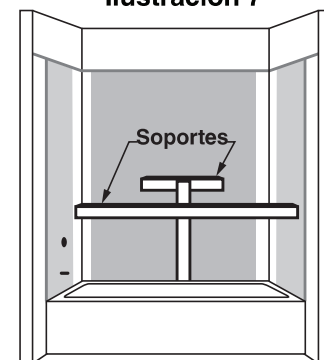

Ilustración 8
- C) Mueva el panel posterior a la pared manteniendo un espacio de aproximadamente 1/8" (3mm) de la superficie de la plataforma de la tina o de la base de la ducha y manteniendo también el panel entre las líneas marcadas anteriormente. Presione firmemente el panel sobre toda la superficie para asegurar un contacto firme del panel al adhesivo en el muro. **Vea la ilustración 8.**